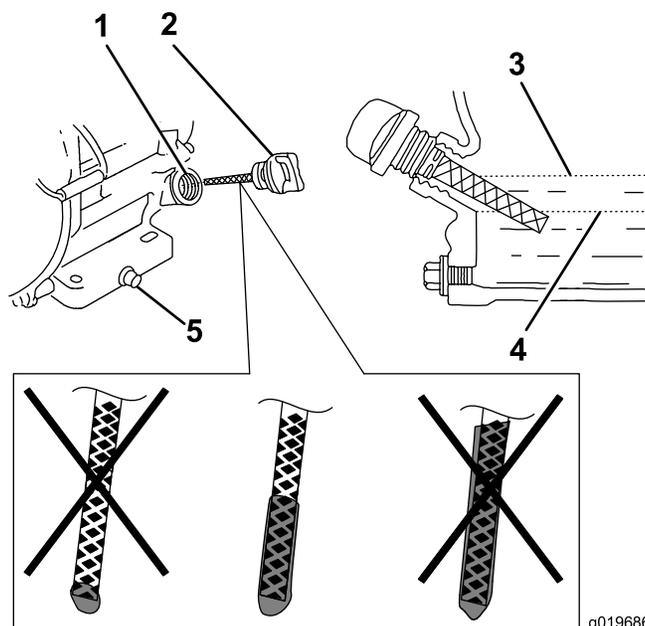

Figura 10
5. Estraete nuovamente l'asta e controllate l'estremità (Figura 10).